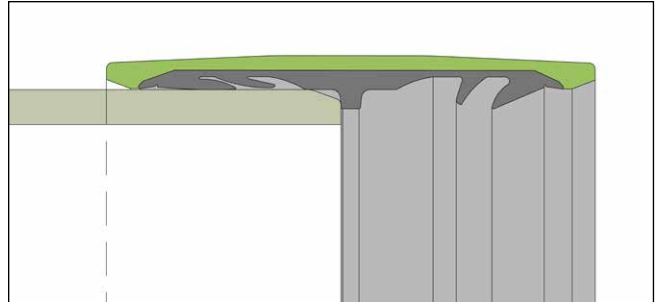

Рис. 25: Муфта FWC
5.1.4. МУФТА, ВИГОТОВЛЕНА МЕТОДОМ НАМОТУВАННЯ ВОЛОКНОМ/ FWC (РИС. 25)